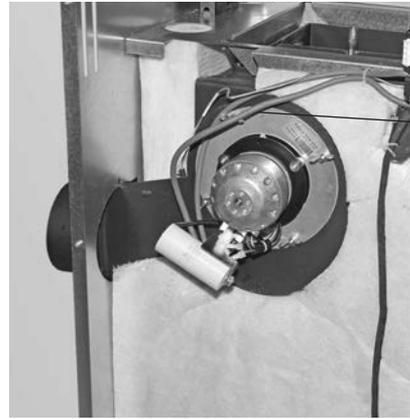

Fig. 30 Abgasgebläse um 90° verdreht wieder anschrauben
- Abgasgebläse um 90° verdreht wieder anschrauben – Fig. 30.